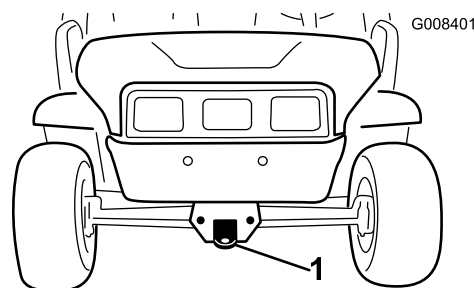
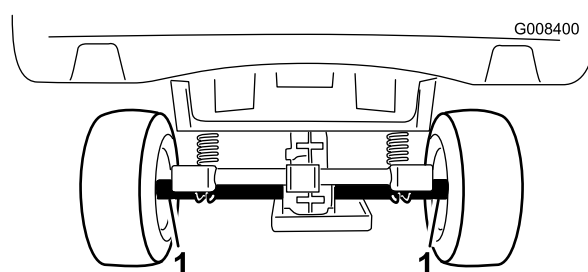

Figure 23
Figure 24
Utilisez une remorque pour transporter la machine sur de longues distances. Arrimez solidement la machine sur la remorque. L'emplacement des points d'attache est indiqué à la Figure 23 et la Figure 24.
2. Accrochez un câble de remorquage à la flèche d'attelage à l'avant du châssis (Figure 23).